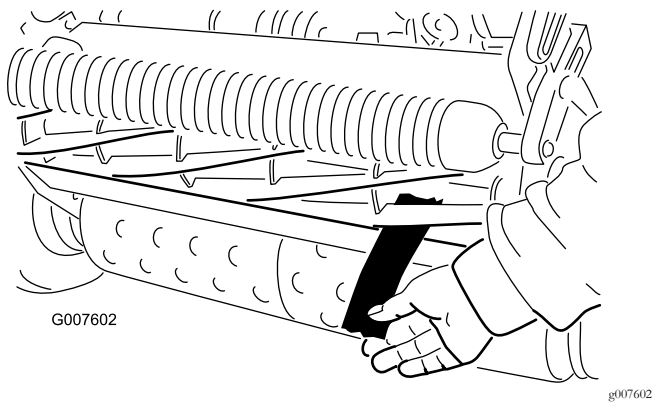

图47
12. 在滚刀与底刀间插入一长条 剪切性能检测纸纸要与底刀垂直检测剪切性能 图47。缓慢向前旋转滚刀滚刀应剪切检测纸。